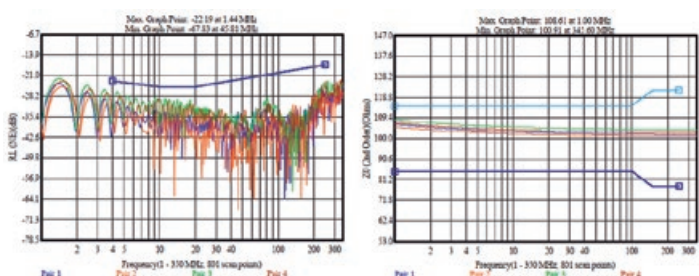

Figura 5. Exemplo de impedância característica mais centrada – Relação com RL (perdas por retorno).
- **Figura 5** – temos uma impedância mais centrada. Obtemos umas perdas por retorno com maior margem.